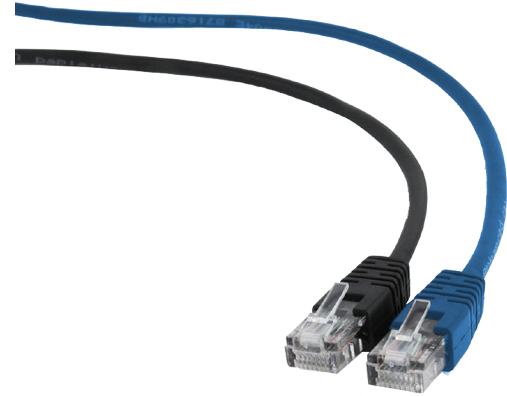

Figura 5
4. Cabos de comunicação: Os cabos de comunicação com conectores tipo RJ45 (Figura 5) permitem a troca de informações constante entre os módulos de energia e de controle.